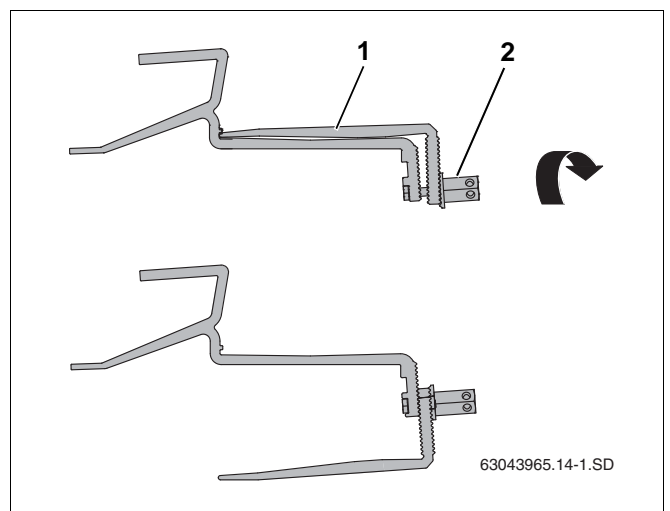

Fig. 12 Tagkrogens underdel drejes
- ▶ Løsn den lange sekskantsmøtrik (fig. 12, **pos. 2**) på tagkrogen, og anbring tagkrogens underdel (fig. 12, **pos. 1**) i den rigtige position.